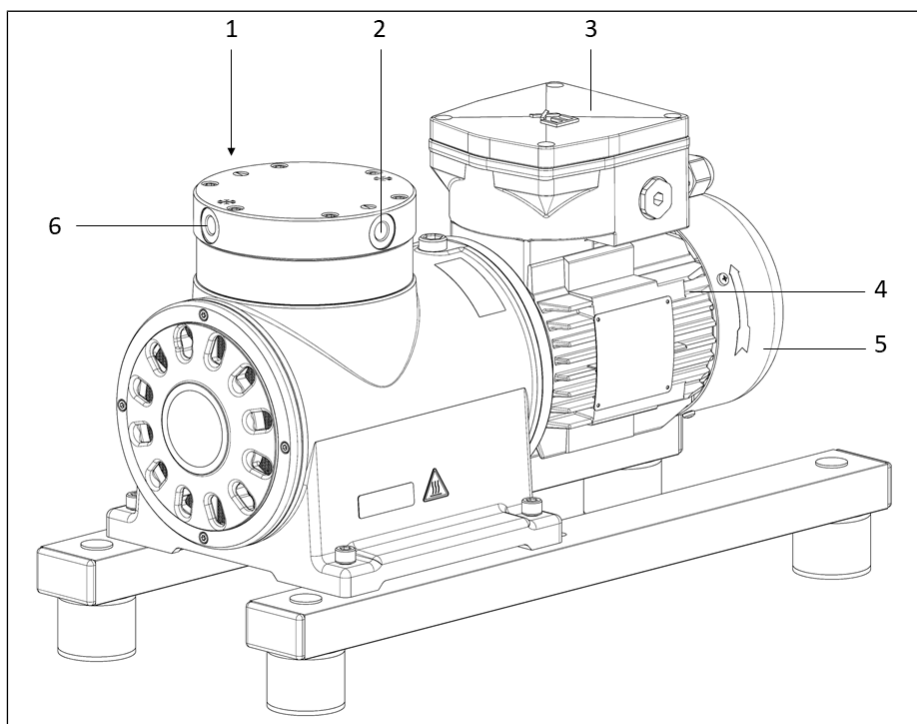

Fig.1 Structure N630 EX
2. Fixez la sangle entre le carter du compresseur et le moteur (fig. 1, voir Fig. 7).